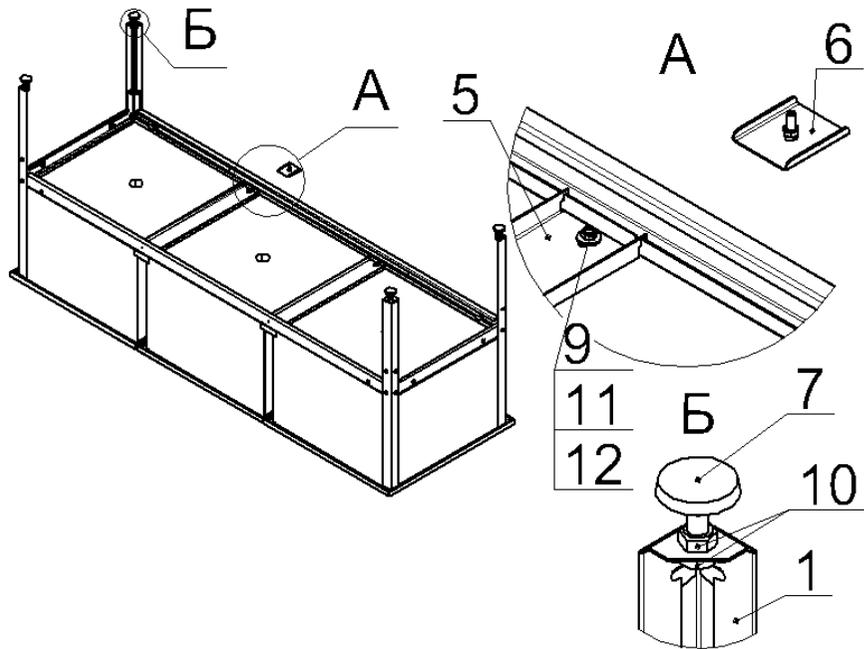

Рис.3
5. Рис.3: снизу, между мойками, установить фиксаторы моек (6) так, чтобы резьбовые части болтов фиксаторов попали в пазы на швеллерах (5), а борта фиксаторов прижали отбортовки боковых сторон моек к швеллерам (5), и закрепить фиксаторы моек (6) на швеллерах (5), при помощи гаек (9) и шайб (11 и 12), как показано на виде А. Окончательно затянуть все гайки. Установить на стойки (1) опоры (7), при помощи гаек (10), как показано на виде Б. Перевернуть мойки вместе с каркасом.